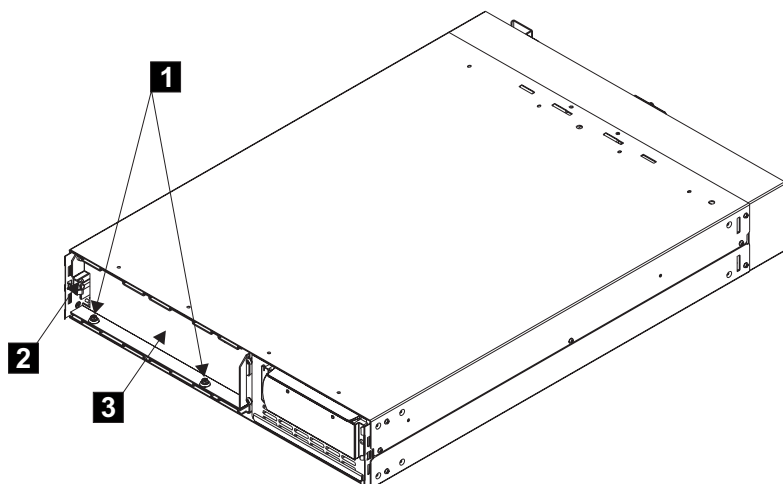

図 246. バッテリー保持ブラケットの取り付け
- a. 2 本のボルト（601 ページの図 246の **1**）を除去します。
- b. 六角ナット（601 ページの図 246の **2**）を除去します。
- c. バッテリー保持ブラケット（601 ページの図 246の **3**）を除去します。